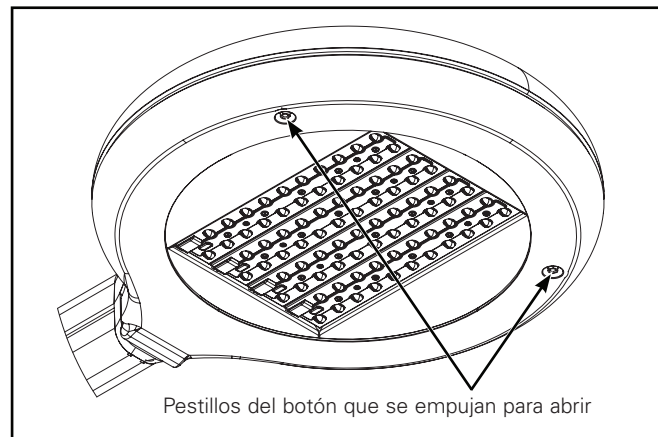

Figura 1.
### Montaje del brazo al poste (Figura 1 - 2.)
1. Abra la puerta y presione los dos pestillos del botón al mismo tiempo y abra la puerta. (Figura 1.)